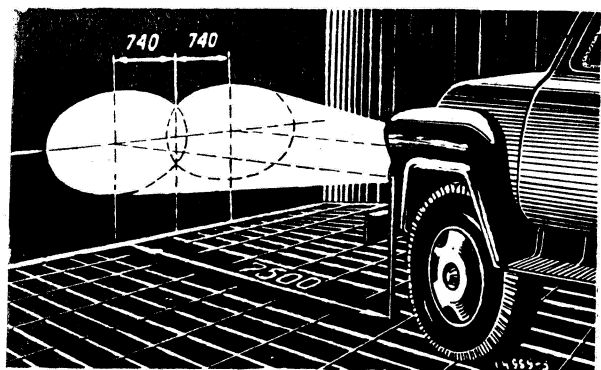

Рис. 52. Разметка экрана для регулировки фар.
3. Включите дальний свет и, закрыв одну из фар, установите другую винтами наводки (наверху и сбоку фары, под ободком) так, чтобы центр светового пятна фары на экране был на расстоянии 740 мм от продольной оси автомобиля. Высота центра светового пятна должна быть у автомобиля с фарой, расположенной над подфарником, 1140 мм, а у автомобиля с фарой, расположенной ниже подфарника, — 935 мм (рис. 52).